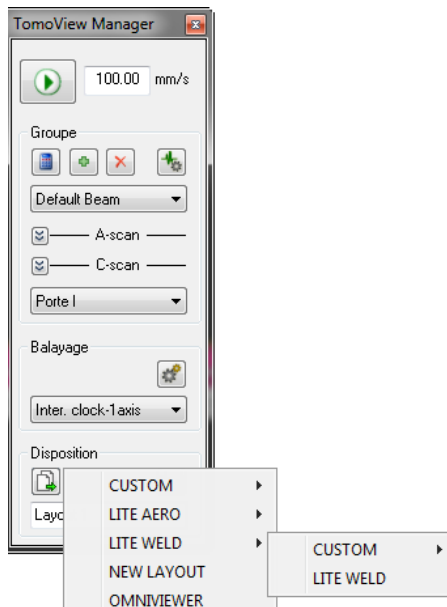

Figure 4-35 Menu des dispositions modèles dans la barre de commandes
1. Cliquez sur  dans la barre de dialogue **TomoView Manager** pour sélectionner un fichier de dispositions modèle (voir la Figure 4-35 à la page 274).